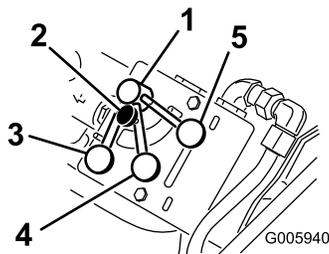

Figura 10
El sistema hidráulico de la unidad de tracción (es decir, la transmisión de tracción, los brazos de carga y el mecanismo de inclinación del accesorio) tiene un circuito hidráulico diferente del sistema hidráulico auxiliar que suministra potencia a los accesorios; no obstante, ambos sistemas comparten las mismas bombas hidráulicas. Usando el control del divisor de flujo (Figura 10), usted puede variar la velocidad del sistema hidráulico de la unidad de tracción desviando el caudal hidráulico al circuito hidráulico auxiliar. El divisor de flujo le permite dividir el caudal de aceite hidráulico de forma variable para ralentizar la unidad de tracción. Por tanto, cuanto más caudal de aceite hidráulico se desvíe al sistema auxiliar, más lentamente se mueven los componentes hidráulicos de la unidad de tracción.
**Nota:** El control del divisor de flujo puede bloquearse girando el pomo del control en el sentido de las agujas del reloj hasta que toque el dial (Figura 10).